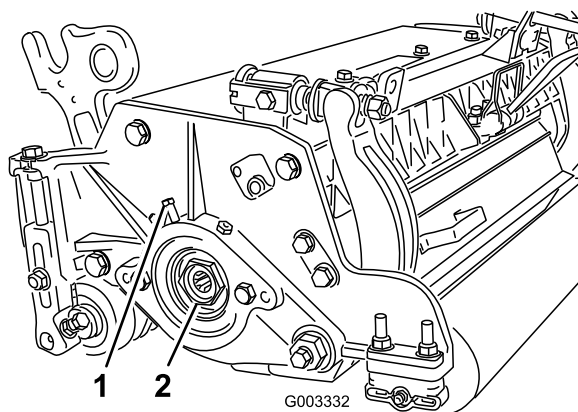

Figura 25
- A. Allentate la vite a testa cilindrica esterna che fissa il dado di regolazione del cuscinetto all'alloggiamento del cuscinetto situato sul lato sinistro dell'apparato di taglio (Figura 25).